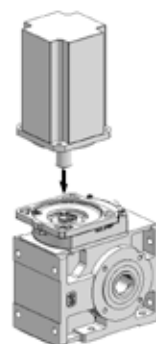

fig. 3
- introducir el motor hasta el tope (ver fig. 3);
apretando los tornillos de fijación sobre la brida del servomotor (fig. 3).